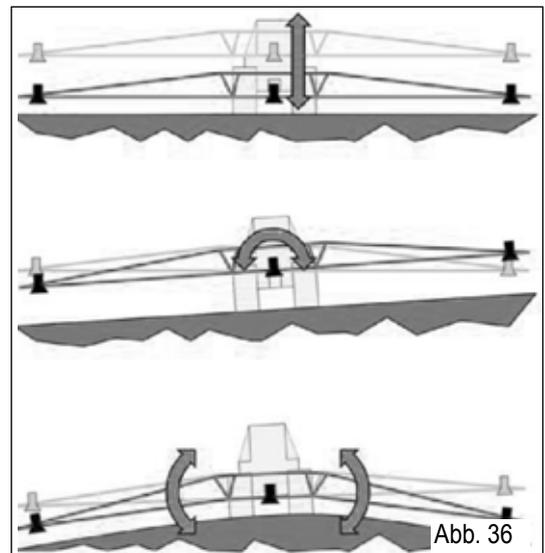

Abb. 36
4. Wenn vorhanden, verwenden Sie das elektronische System "distance control" gemäß den Anleitungen in beiliegendem Handbuch (Abb. 36).